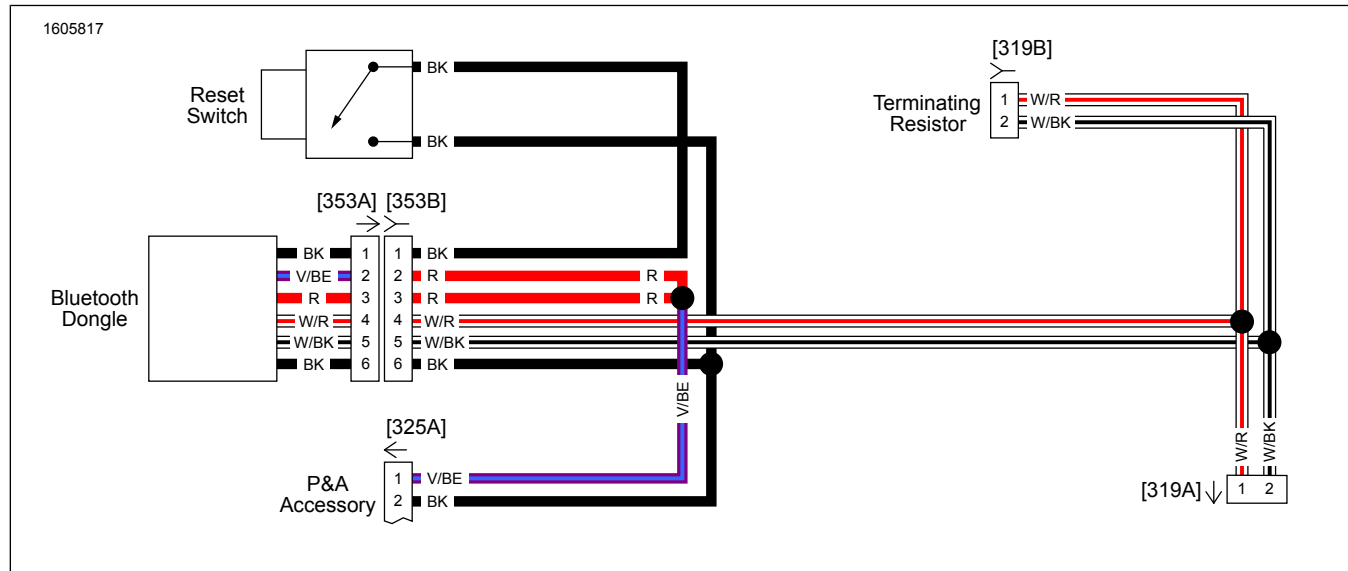

Figura 16. Chicote do adaptador Bluetooth (2017 e mais recente)(típico)
1. Ver a Figura 16. Instale e encaminhe o chicote de fios do adaptador bluetooth.
Se Número de identificação pessoal (PIN) tiver sido esquecido ou bloqueado e precisar de ser redefinido, premir e segurar o "Interruptor de emparelhamento ou Interruptor de Redefinição" (consultar Figura 16, item 3) por 3 segundos para redefinir o PIN. Reconectar ao "Dongle Bluetooth" na App de Áudio H-D para definir o novo PIN.
- Emparelhar o dispositivo (1) com o sistema.
- Aceda aos menus da aplicação (2) para configurar o sistema de som do veículo.
- Ícone de menu principal (1).
- Repór ou alterar o número de identificação pessoal de segurança (PIN) (2).
- Editar e mudar o nome do seu sistema (3).
- Personalize o menu principal com a fotografia do seu motociclo (4).
- Indicador de ligação Bluetooth. O símbolo de barra indica: Não ligado (5).